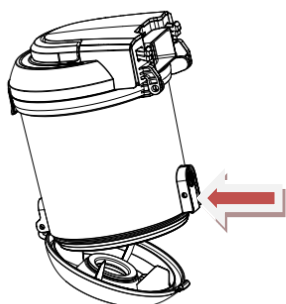

Fig.8
3. Como mostra na Fig.8, coloque o reservatório de pó sobre o caixote do lixo, pressione o botão de desbloqueio para abrir a parte inferior do reservatório de pó e a sujeira e a poeira cairão no caixote do lixo por si mesmos.